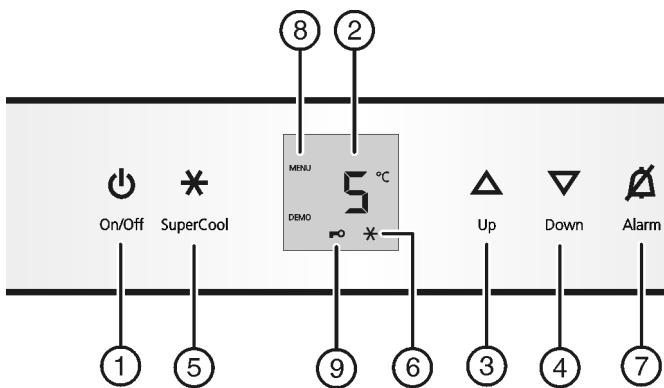

Fig. 2
- ▶ 按下按键 On/Off Fig. 2 (1)。
- ▶ 激活设置模式: 按住 SuperCool 按键 Fig. 2 (5) 约 5 秒。
- ▶ 短按超冷 (SuperCool) 按键 Fig. 2 (5), 用于确认。如果显示器中显示 **cl**, 则:
- ▶ 短按超冷 (SuperCool) 按键 Fig. 2 (5), 开启儿童保护模式。
- ▷ 儿童保护标志 Fig. 2 (9) 发亮。显示器上 **c** 闪烁。如果显示器中显示 **cl**, 则:
- ▶ 短按超冷 (SuperCool) 按键 Fig. 2 (5), 关闭儿童保护模式。
- ▷ 儿童保护标志 Fig. 2 (9) 熄灭。显示器上 **c** 闪烁。
- ▶ 设置模式关闭: 按下按键 On/Off Fig. 2 (1)。
- ▶ 按下报警按键 Fig. 2 (7)。
- ▶ 调热温度: 按下设置键 Up Fig. 2 (3)。
- ▶ 调冷温度: 按下设置键 Down Fig. 2 (4)。
- ▶ 短按速冷 (SuperCool) 键 Fig. 2 (5)。
- ▷ 超冷 (SuperCool) 标志 Fig. 2 (6) 在显示器中闪烁。
- ▷ 速冷 (SuperCool) 标志 Fig. 2 (6) 在显示器中熄灭。